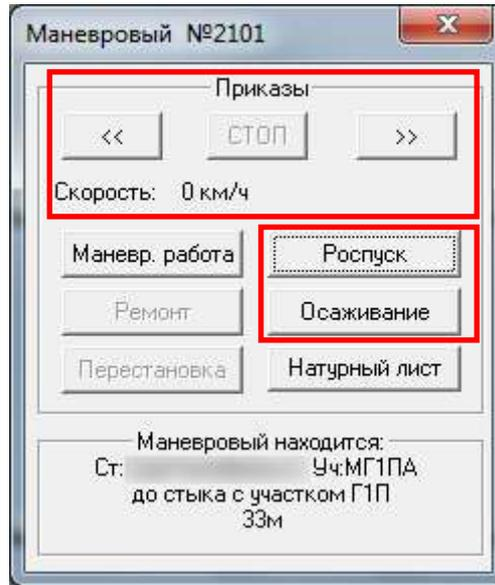

Рисунок 10.2. Окно управления маневровыми передвижениями локомотива
3) окно вызова локомотива по виртуальной радиосвязи (Рисунки 3.54, 3.42), являющееся окном управления маневровыми передвижениями локомотива. Для начала движения в соответствующем направлении («назад»/«вперед» или условно «влево»/«вправо») используются соответствующие кнопки с двойными стрелками, для остановки – кнопка «СТОП», становится активной во время движения локомотива (Рисунок 10.2). Нажатие кнопок